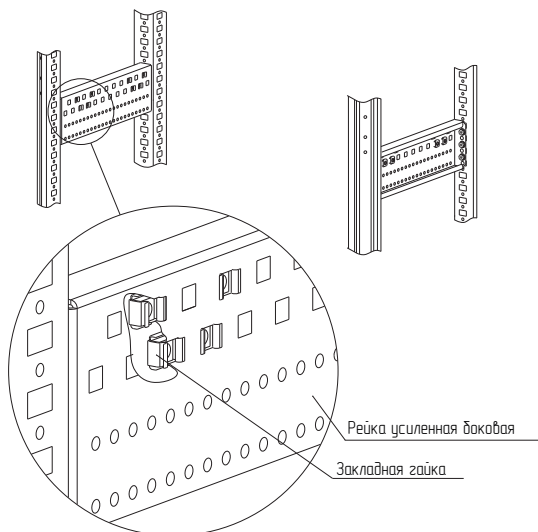

Рисунок 39
4.22.2 Установить закладные гайки в рейки усиленные боковые в соответствующие отверстия (рисунок 39).